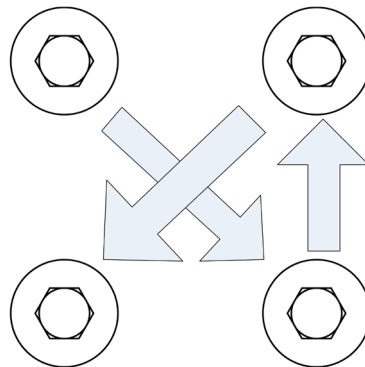

Figure 41 : Resserrez selon un motif entrecroisé.
2. Posez toujours les fixations de manière échelonnée [voir **Figure 41**].